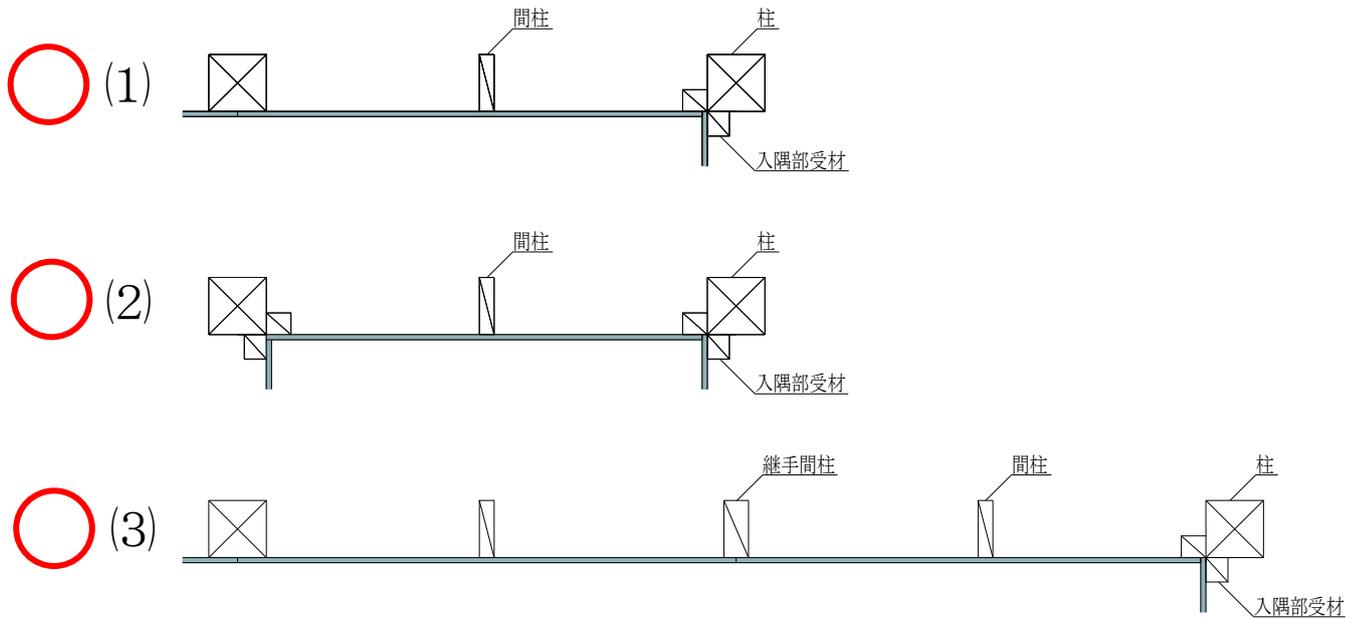

図9 入隅部の納まり図①
- ・1つの耐力壁について、(1)片側に入隅部がある場合、(2)両側に入隅部がある場合のいずれも耐力壁 (2.5 倍) とできます (図9)。尚、入隅部面材の勝ち負けおよび1P・2Pは問いません (例 : (3))。